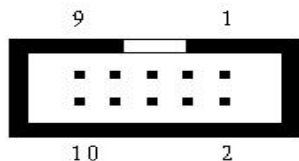

图 5-1
■E 型 485 接口 10 线双排插座引脚序号如图 5-1: